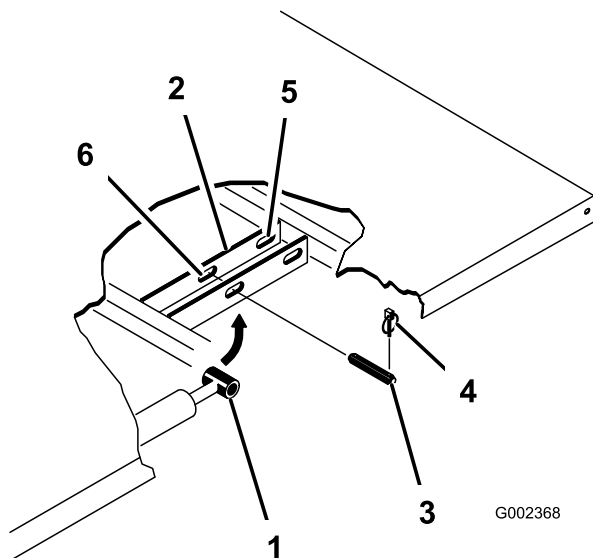

Figura 3
2. Rimuovete gli acciarini dalle estremità esterne dei perni con testa dell'asta del cilindro (Figura 3).